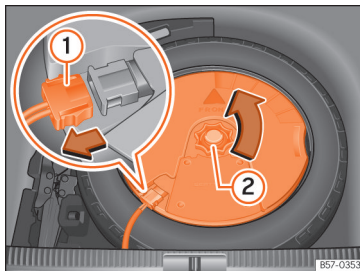

Fig. 224 Na bagageira: desmontar o subwoofer.
- Desligue o cabo do altifalante *subwoofer* »» Fig. 224 ①.
- Rode a rodinha de fixação no sentido contrário ao dos ponteiros do relógio »» Fig. 224 ②.